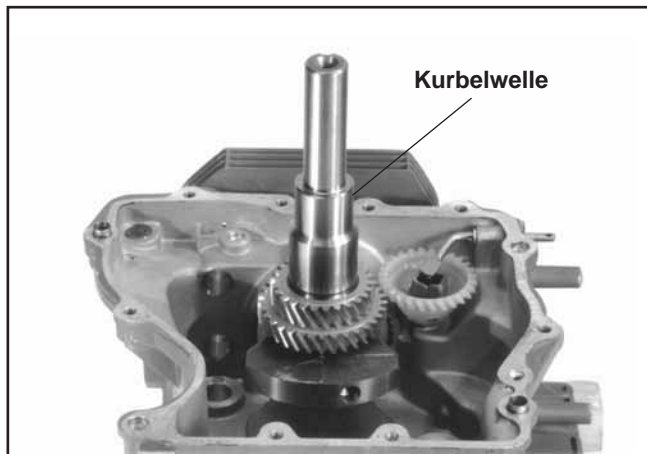

Abbildung 9-53. Kurbelwellenausbau.
2. Entfernen Sie die Kurbelwelle aus dem Kurbelgehäuse. Siehe Abbildung 9-53.